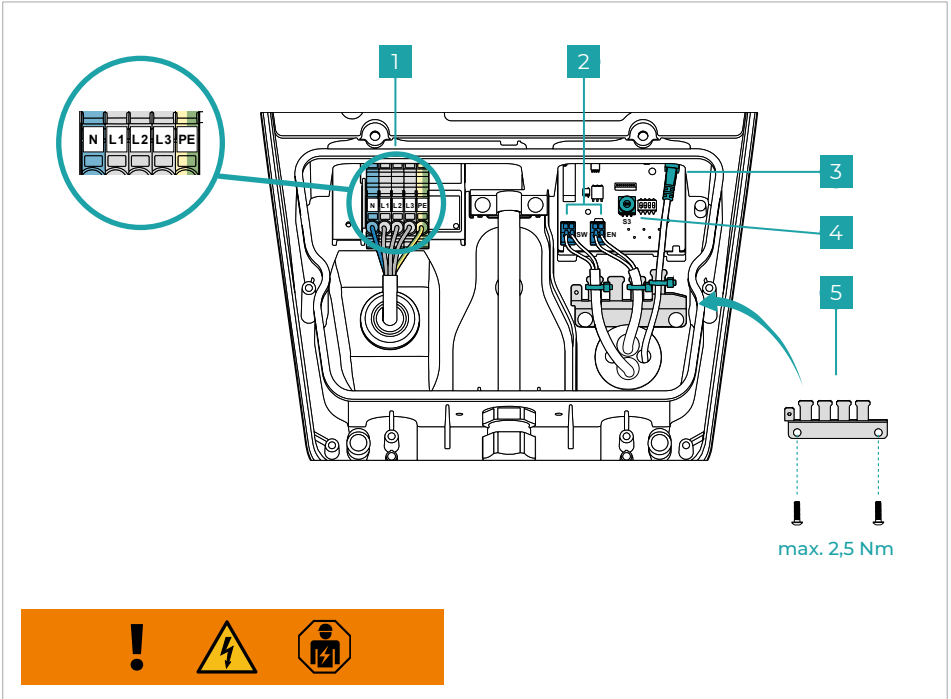
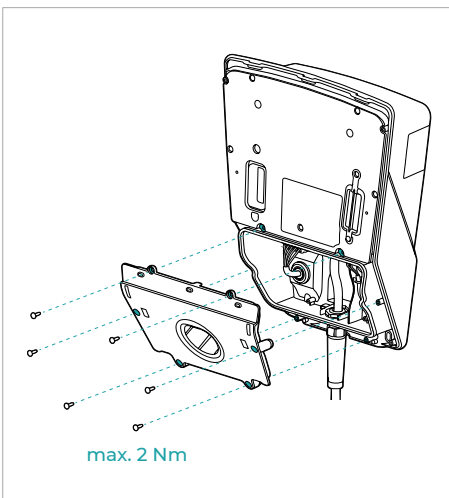

Abb. 6
Abb. 7
Optional kann eine externe Sperreinrichtung (z. B. Schlüsselschalter) an der internen Schnittstelle angeschlossen werden (**Abb. 6 - Nr. 2 - EN Schnittstelle**). Wenn eine externe Sperreinrichtung angeschlossen ist, wird der Ladevorgang erst gestartet, wenn diese externe Sperreinrichtung die Freigabe dafür gibt. Optional kann das Ladesystem durch die App oder RFID-Authentifizierung gegen unbefugte Nutzung gesichert werden.
- Bereiten Sie die Netzanschlussleitung entsprechend vor (\varnothing 10 - 20 mm // max. 5*6 mm²) und verbinden Sie diese wie unter **Abb. 6 - Nr. 1** dargestellt. In der Darstellung wird der Netzanschluss über drei Phasen dargestellt. Um das Ladesystem über eine Phase am Netz anzuschließen, nutzen Sie N, L1 und PE.
- Konfigurieren Sie den maximalen Ladestrom von 6 A bis 16 A mithilfe des Drehschalters S3, wie unter **Abb. 6 - Nr. 4** dargestellt.
- Optional: Bereiten Sie die Datenleitungen (Digital-In (EN) / Out (SW) und LAN) vor und verbinden Sie diese wie unter **Abb. 6 - Nr. 2 & 3** dargestellt. Für das Verbinden einer externen Sperreinrichtung über Digital-IN entfernen Sie vorab die Kabelbrücke.
Bringen Sie wie unter **Abb. 6 - Nr. 5** die Zugentlastung an und fixieren Sie die Datenleitungen mit Kabelbindern. Montieren Sie wie in **Abb. 7** dargestellt die untere Abdeckung des Ladesystems.